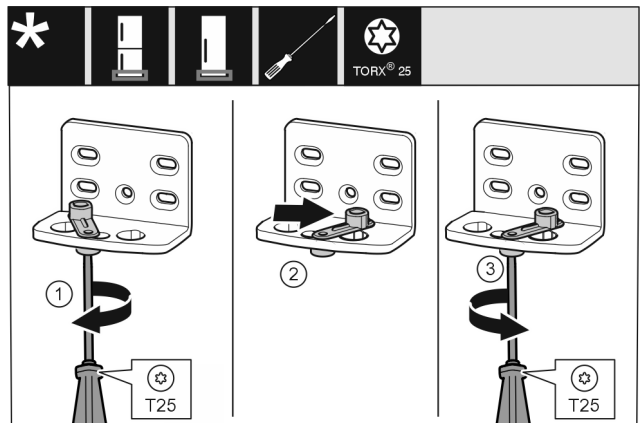

Fig. 14
- ▶ Tekerje lazára a csavart a T25 csavarhúzóval. Fig. 14 (1)
- ▶ Emelje meg az ajtó záródását segítő egységet, és 90°-kal jobbra forgatva helyezze a furatba. Fig. 14 (2)
- ▶ Húzza meg a csavart a T25 csavarhúzóval. Fig. 14 (3)